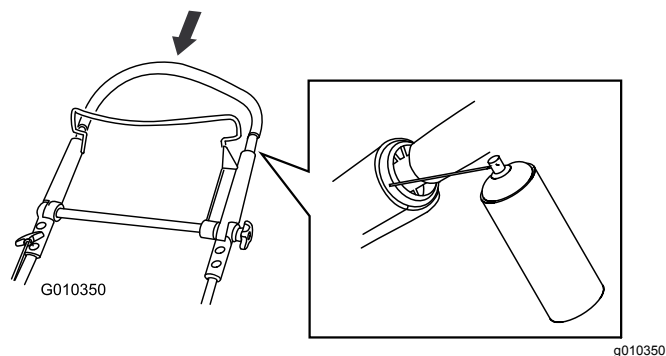

Figura 47
2. Spingete completamente verso il basso la sezione superiore della stegola e spruzzate il prodotto sulla superficie interna di plastica della parte esterna della stegola (**Figura 47**).